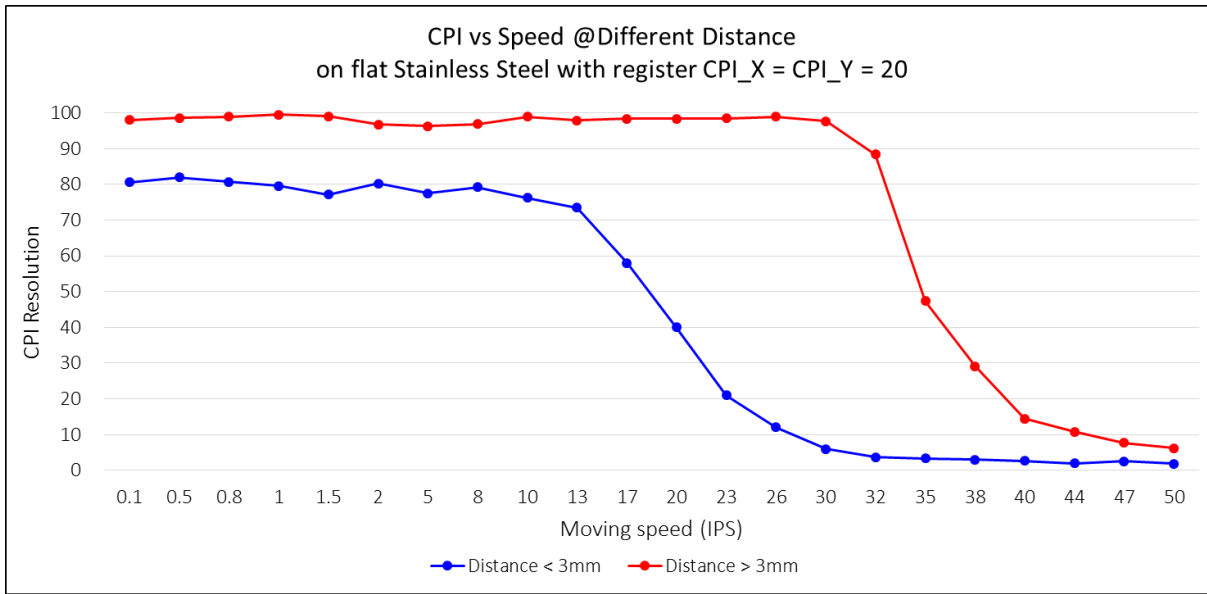

Figure 8. CPI vs Speed @Different Distance
2. 当到跟踪表面的距离小于3毫米时，报告的CPI分辨率可能低于在 ≥ 3 毫米时的CPI值。请参阅下面的图8。